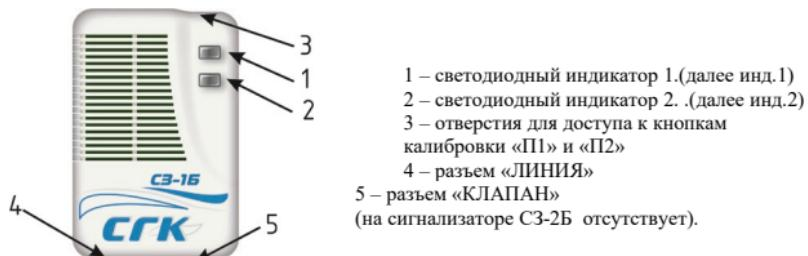

Рисунок 1. – Сигнализатор загазованности. Внешний вид.
1. клапан открыт – зеленый цвет свечения светодиодного индикатора 2 (рис.1);
2. клапан закрыт – желтый (оранжевый) цвет свечения светодиодного индикатора 2 (рис.1);
- индикаторы 1 и 2 загораются зеленым цветом на 1 с, затем красным цветом. (рис. 1);
Затем сигнализатор переходит в режим «ПРОГРЕВ». При этом в течение первых трех минут для С3-2Б и одной минуты для С3-1Б/С3-1-1Б игнорируется сигнал с датчика загазованности, что сопровождается прерывистым свечением светодиодного индикатора 1 (рис. 1). Цвет свечения – зеленый. По истечении времени прогрева (табл. 1) сигнализатор входит в рабочий режим.